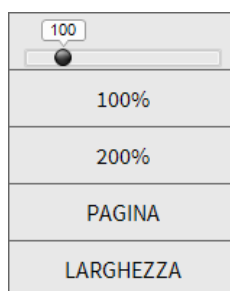

Fig 29
- cliccare il pulsante **Zoom**. Si aprirà il menù seguente (Fig 29).